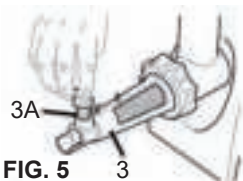
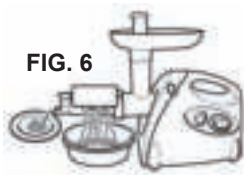

FIG. 5
FIG. 6
Introduceți șurubul de ajustare din plastic (3A) în locul adecvat pe sită (fig. 5) și poziționați tava (4) pe pâlnia de alimentare. Atașați protecția de plastic contra stropirii (5) pe sită, poziționați recipientul la capătul culoarului de colectare a pulpei pentru colectarea pulpei de tomate sub capul sitei pentru a colecta cojile (fig. 6).